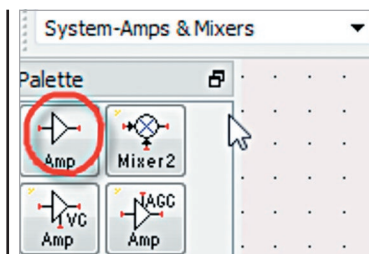

Рис. 31
- Створіть нову комірку електричної схеми (назвіть її SystemAmp) і помістіть в схему модель **Amp** (Підсилювач) з палітри бібліотеки **System-Amps and Mixers** (Система – Підсилювачі та змішувачі) (рис. 31).